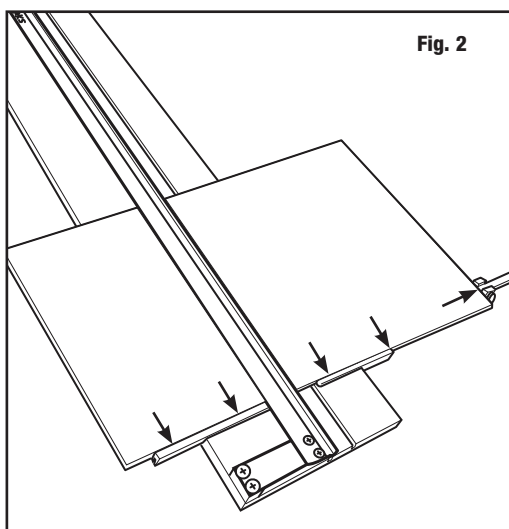

Fig. 2
2. Slide foamboard under guiderail, against squaring bars and up to measuring bar stop (**Fig. 2**).
2. Faire glisser le carton mousse sous le rail de guidage, contre les barres d'équerrage et jusqu'à la butée de la règle-guide (**Fig. 2**).